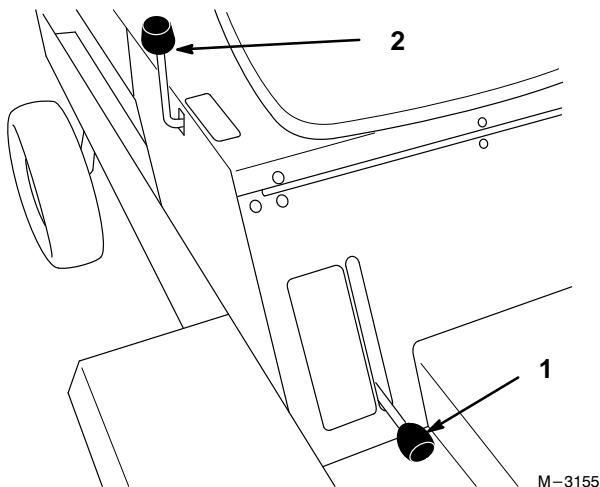

Abbildung 9
2. Den Hebel der Feststellbremse hochziehen (Abb. 9), um die Bremse anzuziehen.
1. Den Hebel der Feststellbremse nach unten drücken (Abb. 9), um die Bremse zu lösen.
Der Gerätehubhebel (Abb. 9) wird zum Heben und Absenken verschiedener Zusatzvorrichtungen verwendet.
3. Den Gerätehubhebel (Abb. 9) nach hinten ziehen, um die Zusatzvorrichtung auf die gewünschte Höhe anzuheben.
3. Den Gerätehubhebel (Abb. 9) nach vorne schieben, um die Zusatzvorrichtung abzusenken.